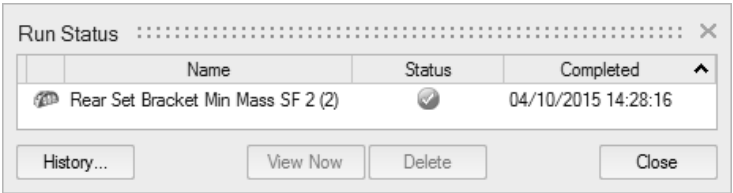

图 7-21
3) 单击 Run 按钮，优化完成时，会有一个绿色的勾选标记出现在优化运行状态窗口中，如图 7-21 所示。